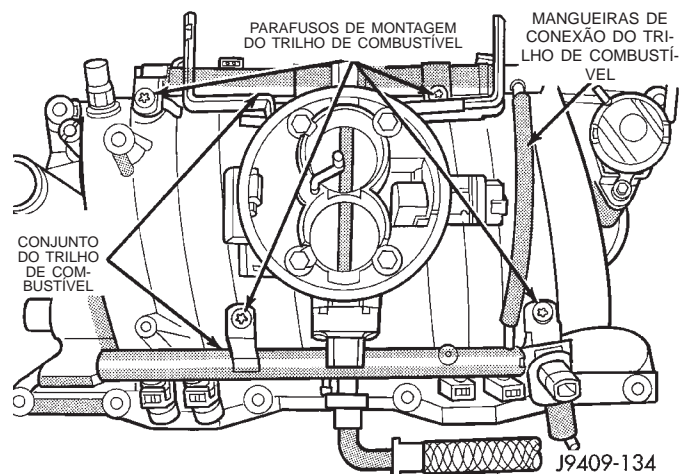

Fig. 22 Conjunto da Carcaça do Estrangulador
(6) Desconecte a linha de alimentação de combustível do trilho de combustível (consulte o Grupo 14, "Sistema de Combustível").
(7) Desligue a articulação do acelerador e, se assim equipado, os cabos do controle de velocidade e de descida da transmissão.
(8) Remova a capa e fios do distribuidor.
(9) Desligue os fios da bobina.
(10) Desligue o fio da unidade de envio da temperatura do líquido de arrefecimento.
(11) Desligue as mangueiras do aquecedor e a mangueira de derivação.
(12) Remova a ventilação do cárter fechado e os sistemas de controle da evaporação.
(13) Remova os parafusos do coletor de admissão.
(14) Erga o coletor de admissão e a carcaça do estrangulador para fora do compartimento do motor como um conjunto.
(15) Remova e elimine as gaxetas laterais do flange e as gaxetas transversais dianteiras e traseiras.
(16) Remova os parafusos da carcaça do estrangulador e erga a carcaça para fora do coletor de admissão (Fig. 22). Elimine a gaxeta da carcaça do estrangulador.